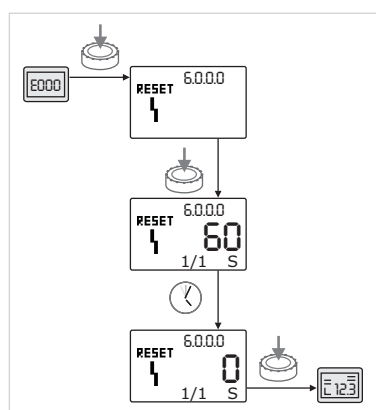

Fig. 59: „A” vagy „D” hibatípus nyugtázása
- „A” vagy „D” típusú hiba fellépése esetén a nyugtázást az alábbi módon végezze el (Fig. 59):